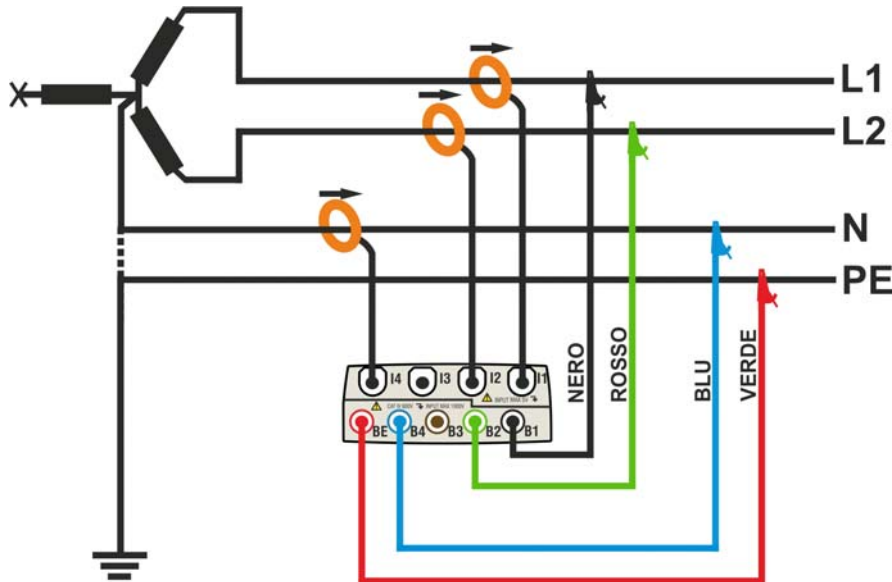

Fig. 179: Collegamento dello strumento in un sistema Bifase 3-fili 3F YA
2. Collegare i cavi di misura della tensione sui conduttori di Fase L1, L2, N e PE rispettando i colori come mostrato in Fig. 179
3. Collegare le pinze di corrente sui conduttori di Fase L1, L2 e Neutro N come mostrato nella Fig. 179 **rispettando il verso della freccia** presente sulla pinze stesse che indica la direzione convenzionale della corrente da generatore a carico. **Verificare sempre, (selezionando preliminarmente il sistema 3-fili) nelle videate della sezione Visualizzazione Misure, che le Potenze Attive P1, P2 siano sempre positive e che i fattori di potenza Pf1, Pf2 siano corrispondenti ad un carico, normalmente induttivo**, prima di attivare una registrazione. In caso di valori negativi della potenze attive ruotare le pinza di 180° sui conduttori interessati.